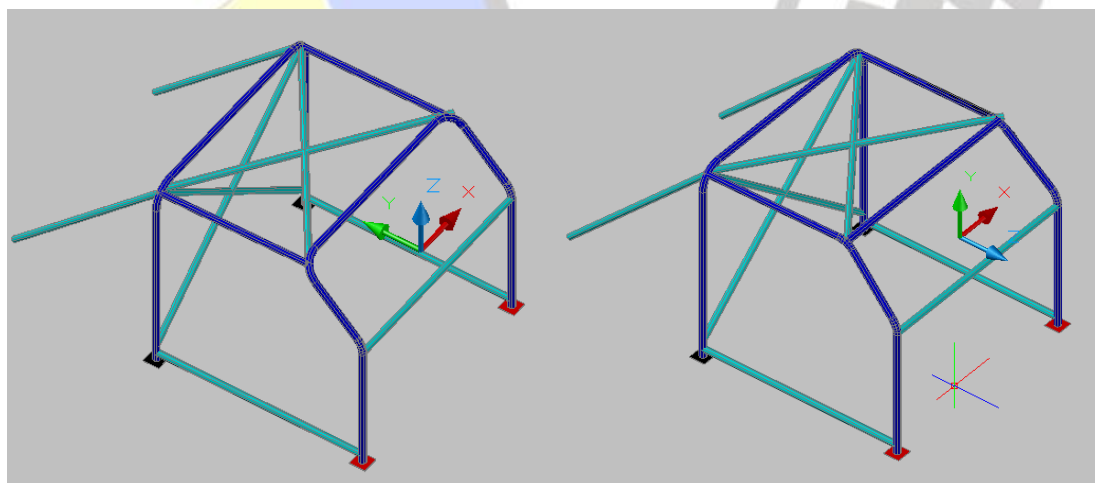
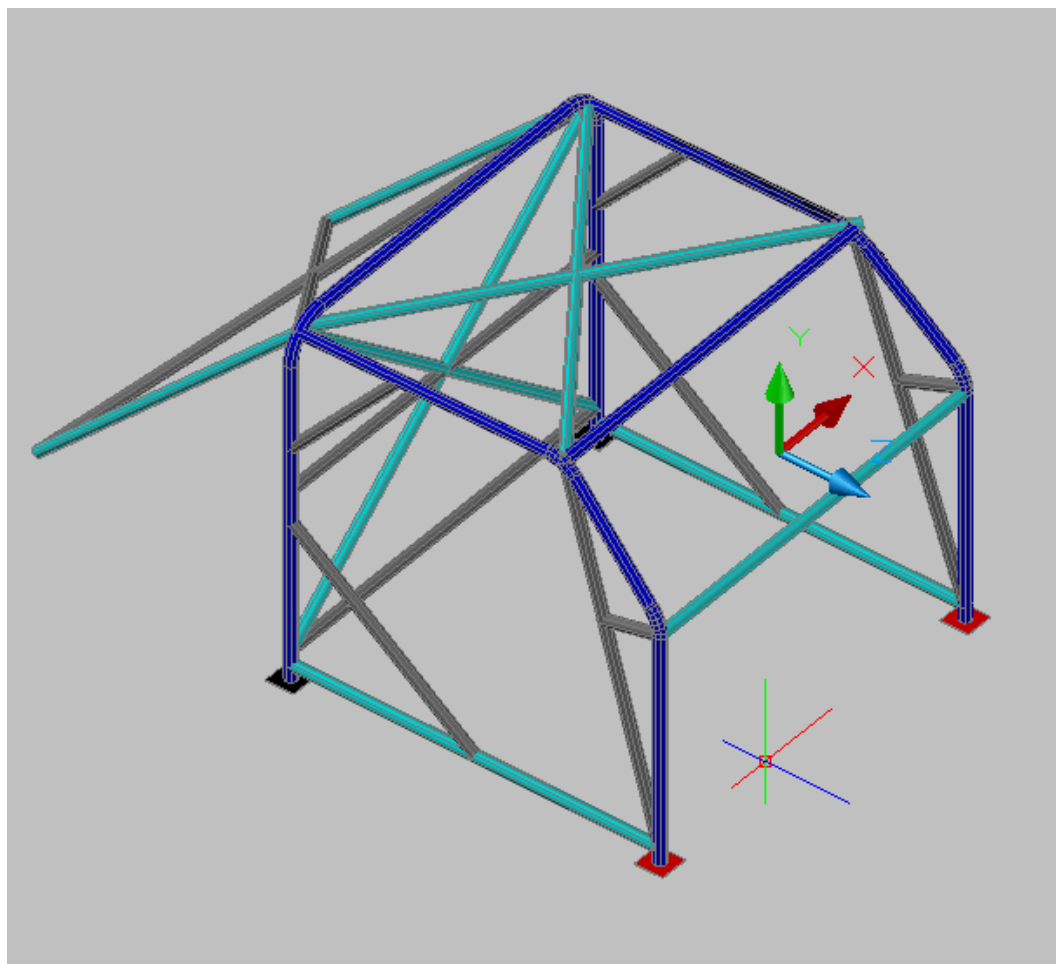

Fig. 9: Model minim roll-cage obligatoriu (2 variante)
Fig 10: model roll-cage recomandat
3.8. Modelul minim obligatoriu este prezentat in **Fig. 9**, in doua variante. Diferența majora între cele doua modele este data de forma arcului frontal de securitate, in partea dreapta fiind folosite arce laterale de securitate (roll-bar lateral) - varianta recomandata
3.8. Modelul recomandat este prezentat in **Fig. 10**
Legenda pentru **Fig. 9** si **Fig. 10:** MÂNĂ DE AUTOMOBILISM SPORTIV